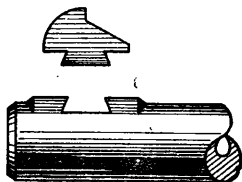

Рис. 4. Мушка
7. **Мушка** (рис. 4) служит для прицеливания. Мушка имеет **лапки**, которыми плотно вдвигается в паз основания мушки на стволе. На переднем обрезе ее нанесена риска, которая должна совпадать с риской на основании мушки.